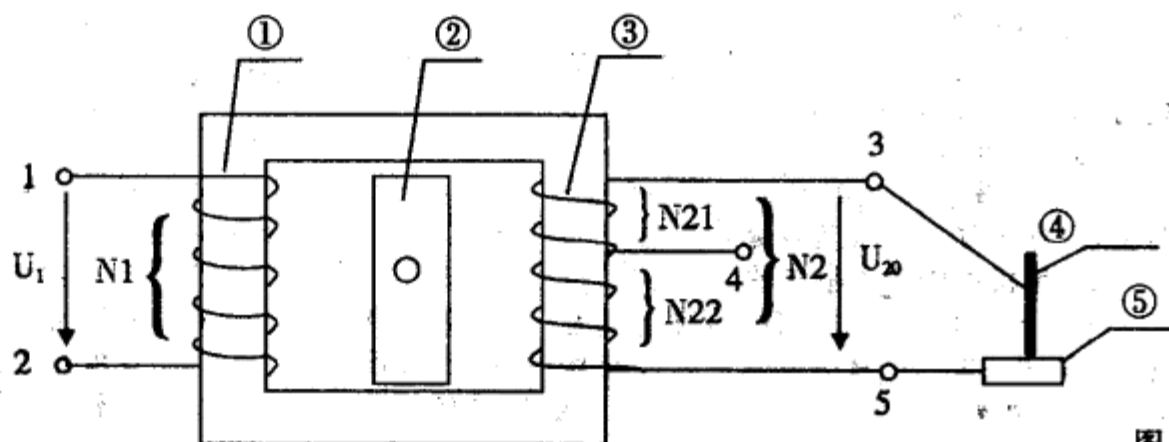

图2
举例:已知磁分路动铁式弧焊变压器的铁芯如图2,  $a=8\text{cm}$ ,  $b=6\text{cm}$ , 电源的 $U_1=220\text{V}$ ,  $f=50\text{Hz}$ , 根据经验 $B=1.2\text{T}$ ,  $U_{20}=60\text{V}$ 。试设计弧焊变压器的其它参数。
图2中,①为一次线圈,接交流电源;②为动铁芯,转动手柄,动铁芯可向里或向外移动,即当动铁芯向里移动时二次侧的焊接电流变小;动铁芯向外移动时二次侧焊接电流变大,从而实现电流的细调;③为二次侧线圈,其中, $N_2=N_{21}+N_{22}$ ,通常 $N_{21}:N_{22} \approx 1:3$ 。当输出为3和5端时焊接电流较大,当输出为4和5端时焊接电流较小,通过这样变化抽头的位置,便可实现电流的粗调;④为焊条;⑤为焊件。由以上的粗调和细调,可得到不同的焊接电流,以适应不同大小的焊件。下面是它的设计步骤: